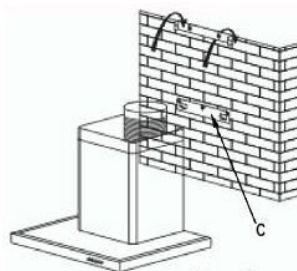

fig. 2
- Coloque e fixe o corpo do exaustor neste suporte com os parafusos previstos para esse fim (fig. 2).